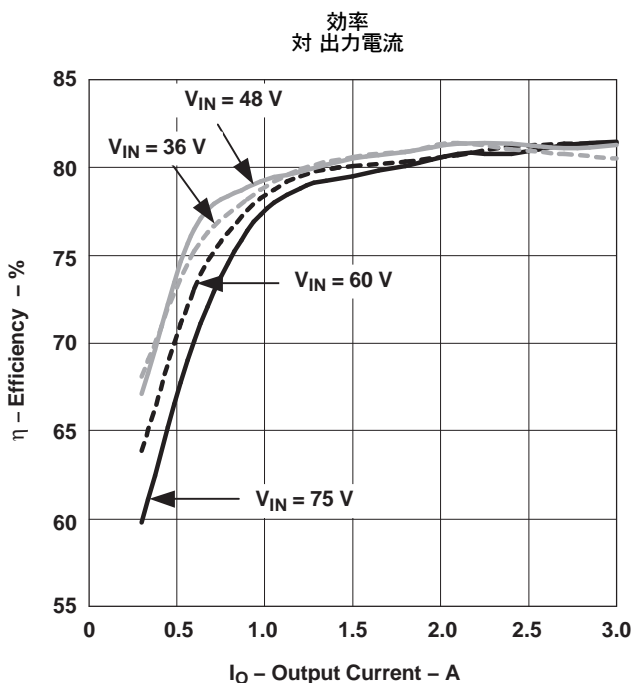
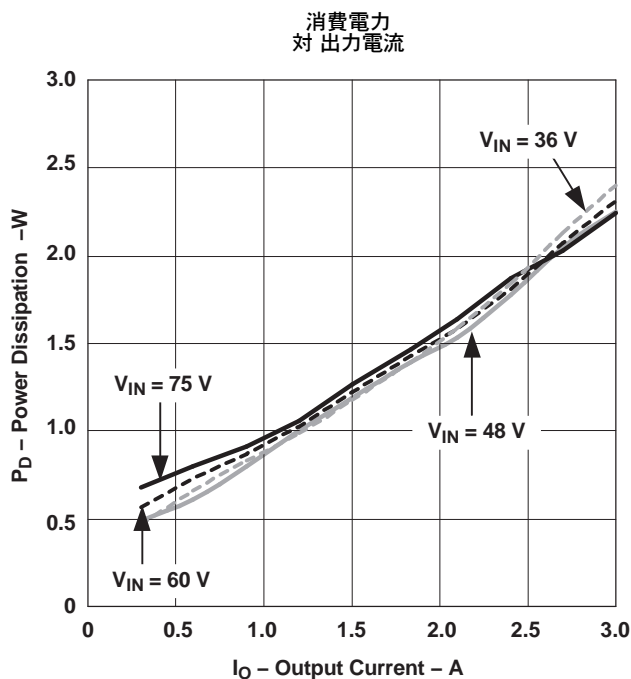
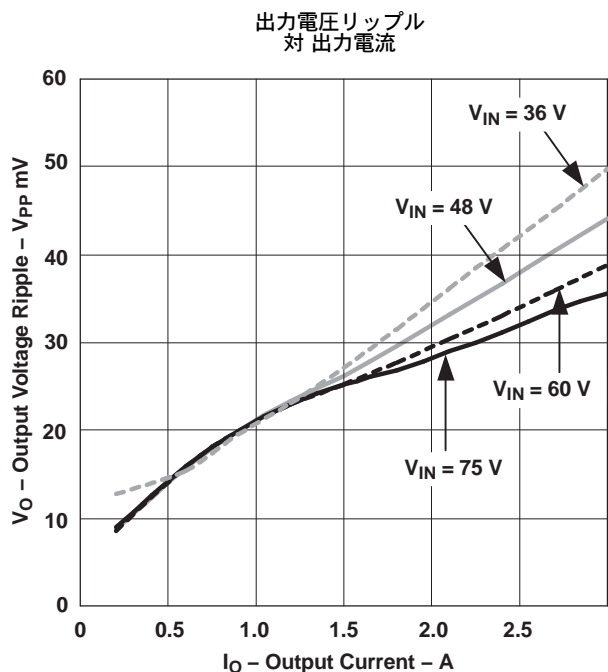

図 1.
図 2.
図 3.
- (1) 次の 図 1、図 2、および 図 3 に掲載されているすべてのデータは、25°C時に実際の製品から取得したものです。このデータはDC/DCコンバータの代表データと考えられます。